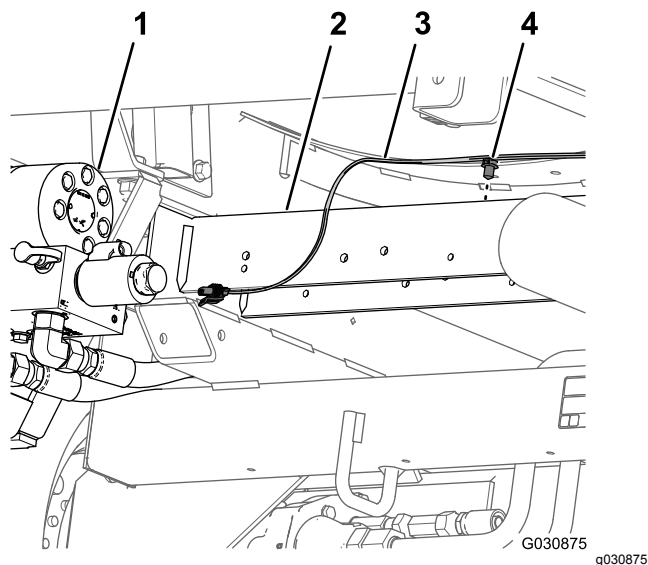

図 28
7. 後ワイヤハーネス 図 28を後クロスチューブ油圧走行モータの後方に固定している押し込み型ファスナを外す。